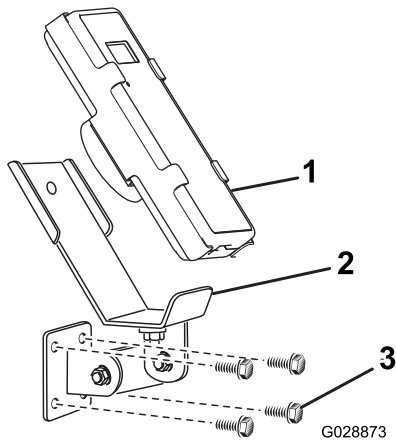
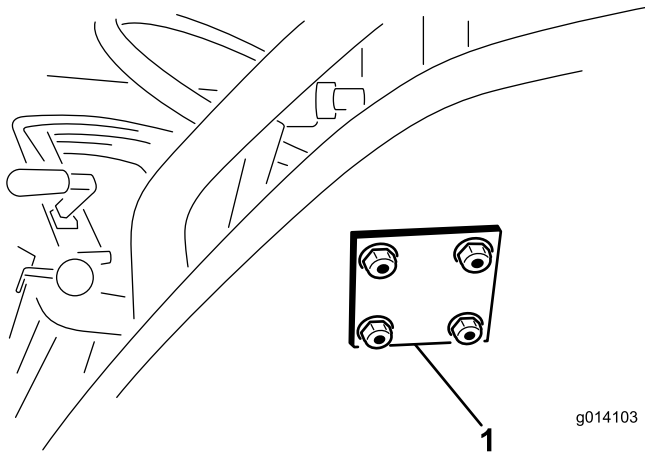

Bild 14
Bild 15
3. Befestigen Sie die Befestigungshalterung und die Rückplatte mit vier Bundkopfschrauben (5/16" x 1½") und Bundmutter (Bild 14 und Bild 15).